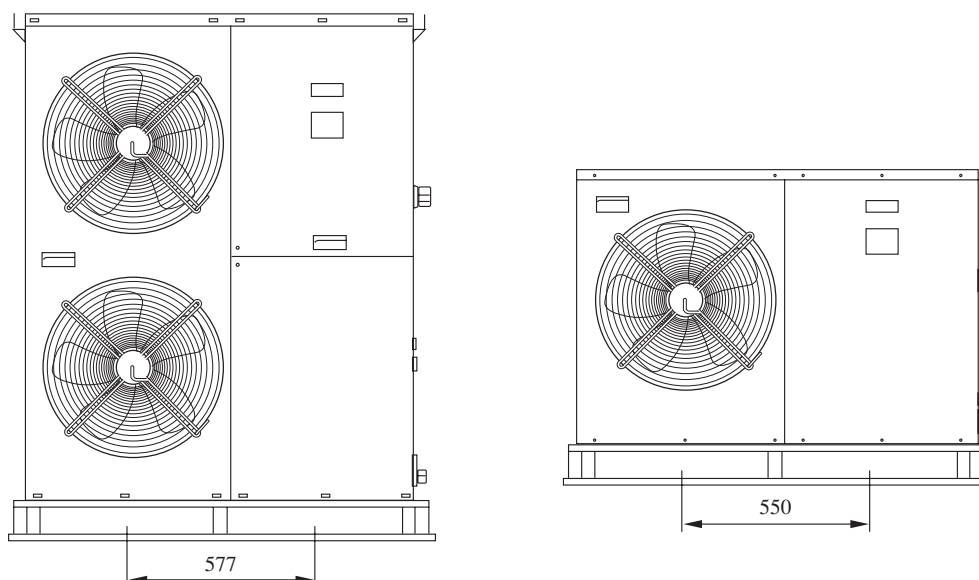

Figura 1
- Utilice barras separadoras o una carretilla elevadora para elevar la unidad y evitar daños a los paneles. La Figura 1 muestra las dimensiones de la grúa para la elevación. Evite movimientos violentos. No retire la grúa hasta que esté en su ubicación final.